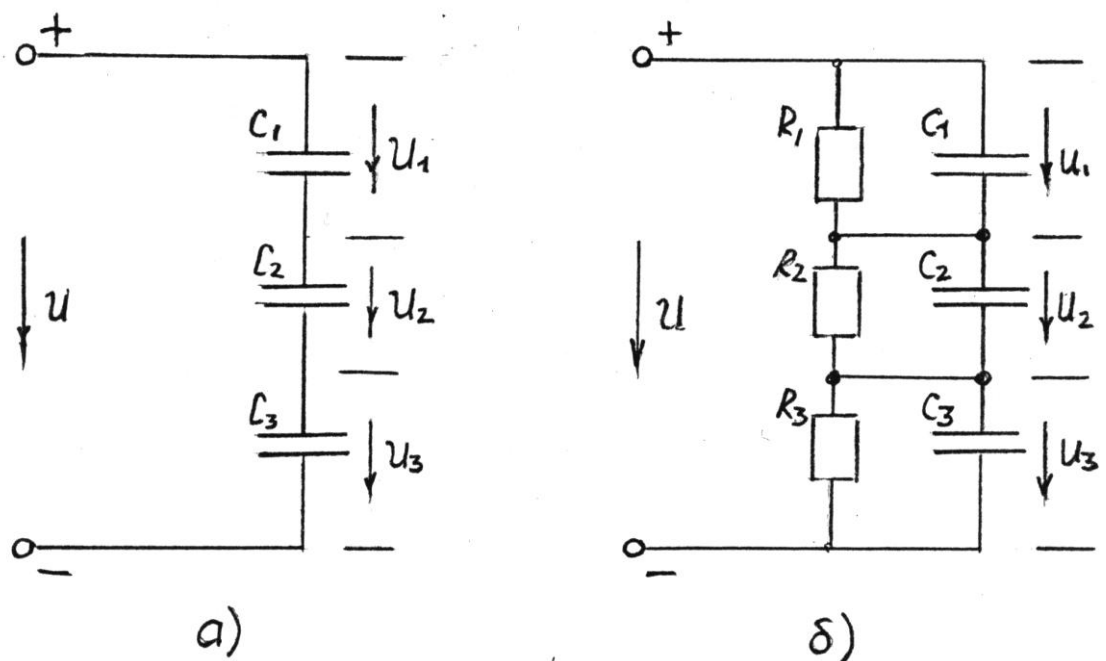

Рис. 4.
4. Параметри схем, які подано на рис. 4а та рис. 4б, такі $U = 180 \text{ В}$, $C_1 = 5 \text{ мкФ}$, $C_2 = 15 \text{ мкФ}$, $C_3 = 30 \text{ мкФ}$, $R_1 = 5 \text{ кОм}$, $R_2 = 3 \text{ кОм}$, $R_3 = 2 \text{ кОм}$. Визначити напруги U_1 , U_2 , U_3 для обох схем.